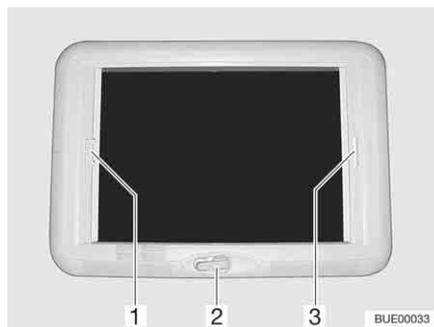

Fig. 50 Oblò a manovella
- Apertura:** ■ Ruotare la manovella (Fig. 50,2) fino a quando non si incontra resistenza.
- Chiusura:** ■ Tirare la tendina oscurante pieghevole per la maniglia (Fig. 50,3) fino alla posizione desiderata e rilasciare. La tendina oscurante pieghevole rimane in questa posizione.
**Chiusura:** ■ Tirare la zanzariera a rullo per la maniglia (Fig. 50,1) verso la maniglia contrapposta della tendina oscurante pieghevole (Fig. 50,3) e farla innestare.
**Apertura:** ■ Premere la maniglia (Fig. 50,1) della zanzariera a rullo dietro, verso l'alto, e sganciare la zanzariera a rullo dalla tendina oscurante pieghevole (Fig. 50,3).